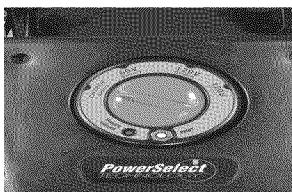

Figura 15 - Disco de selección de potencia
1. Localice el disco de selección de potencia en la cubierta superior en el sitio de controles (vea la Figura 15).